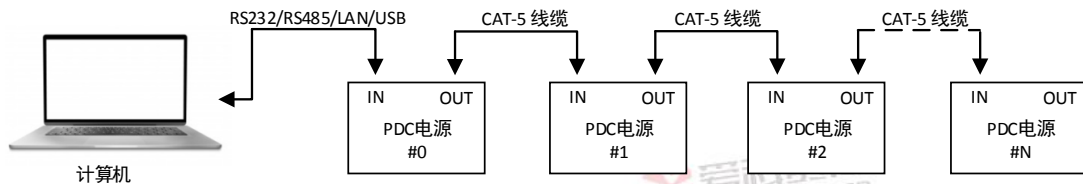

图 73 多机控制连接示意图
- 1) 第一台 PDC 电源通过 RS232、RS485、LAN 或 USB 接口连接到计算机，其他 PDC 电源通过 RS485 组成菊花链结构，多台 PDC 电源连接时需在两端的 TXD+到 TXD-以及 RXD+到 RXD-之间并联 120Ω (0.5W) 的终端电阻。连接框图参阅图 73。